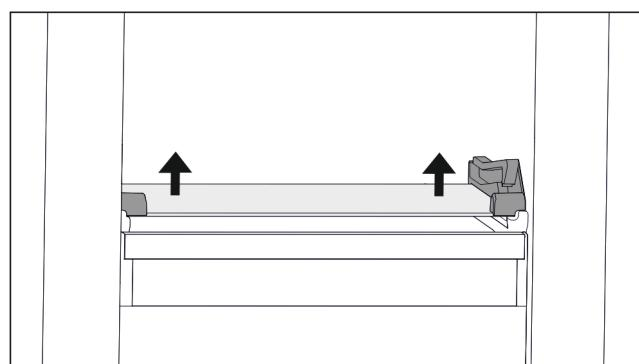

Fig. 131 Staklena ploča nagibne ladice
- Pritisnite staklenu ploču odozdo s obje strane prema gore. (pogledajte Fig. 131)